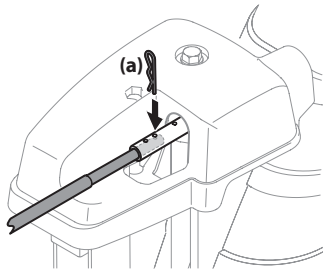

Figura 2-47
6. Oprima la varilla de control del canal hacia el panel de control hasta que el orificio de la varilla quede alineado con el orificio del medio de la entrada del control del canal e inserte el pasador de chaveta (a) que extrajo en el Paso 1. Consulte Figura 2-47.